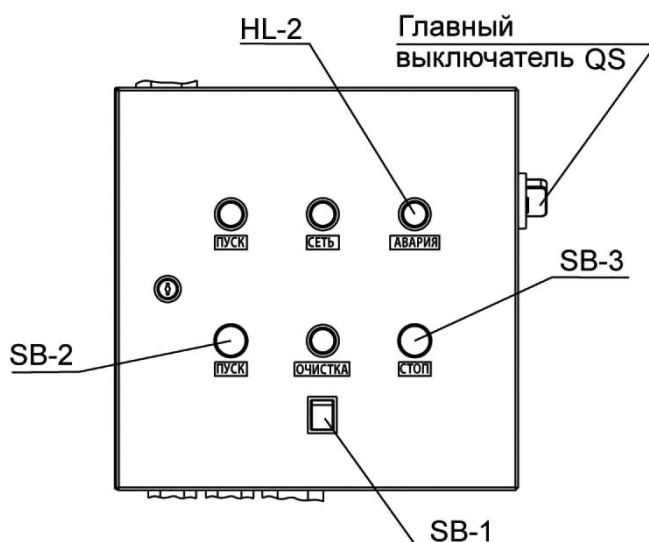

Рис.1.
Расположение органов управления указано на Рис.1.
7.8 Перевести главный выключатель на боковой стенке пульта запуска/отключения вентилятора в положение «ВКЛ»,(См. рис.1.) при этом на крышке пульта загорится зелёная лампа «СЕТЬ».